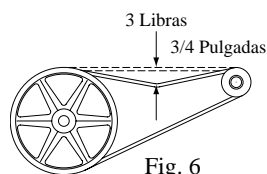

Fig. 6
- **Tensar la correa.** Afloje los pernos del motor y deslice el motor detrás hasta que la correa está tensada correctamente. Una fuerza de 3 libras debe desviar la correa 3/4 pulgadas (véase fig. 6). Reafloje los pernos del motor. **Nunca ajuste la polea para tensar la correa.**